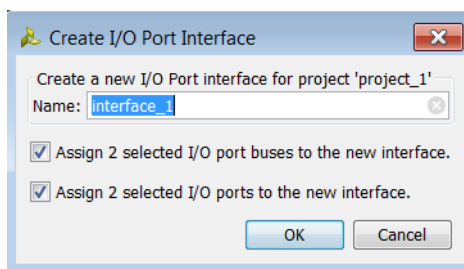

図 3-18 : [Create I/O Port Interface] ダイアログ ボックス
3. [Create I/O Port Interface] ダイアログ ボックス (図 3-18) で、インターフェイスの名前を指定してオプションを指定し、[OK] をクリックします。